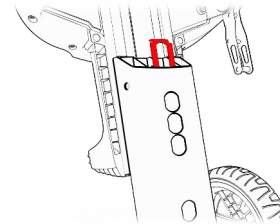

Figura 25 Cubierta de altura del asiento
4. Ahora puede ajustar la altura del asiento en cualquiera de los cuatro orificios y volver a insertar el pasador para mantenerlo en su lugar (consulte la Figura 25, paso 4).